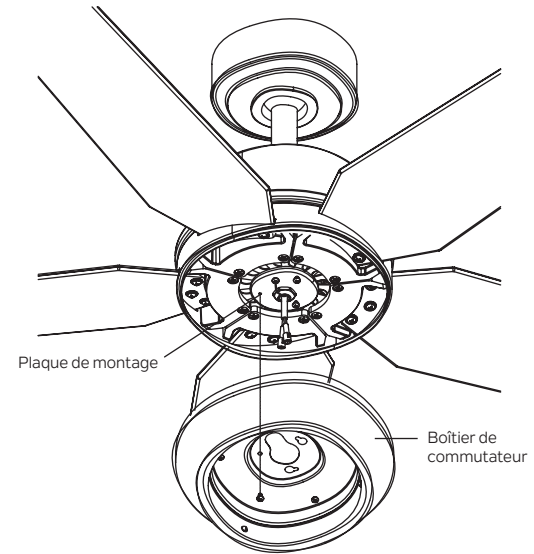

Fig. 19
Étape 1. Retirez la vis marquée d'une étiquette à points qui est préinstallée sur la plaque de montage et conservez-la pour une utilisation ultérieure. Desserrez les deux autres (ne pas les enlever). Placez les deux trous de fente sur le boîtier du commutateur sur les 2 vis précédemment desserrées depuis la plaque de montage. Faites pivoter le boîtier du commutateur jusqu'à ce qu'il se verrouille en place à l'extrémité étroite des trous de clé. Fixez en serrant les 2 vis précédemment desserrées et celle précédemment retirée. (Fig. 19)